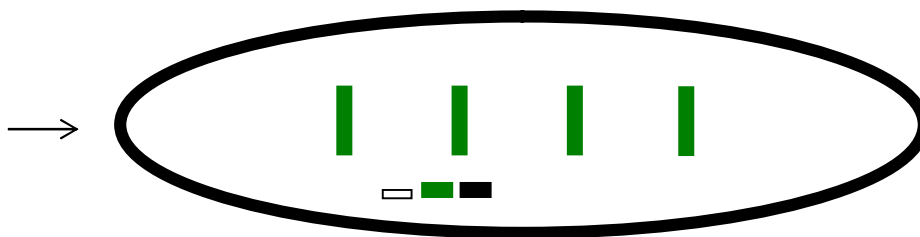

Рис.5
Некоторые варианты заданий предусматривают использование площадки для тестирования программ с сенсорами освещённости, установленными на мобильном роботе вертикально вниз. Площадка представляет собой лист белой бумаги (формата A1) с изображением, как на рис.5. Для сенсора, работающего в режиме по умолчанию `SENSOR_MODE_PERCENT`, выдаваемые значения будут примерно 34-38%, 41-45%, 47-51% и 53-57% соответственно для чёрного, зелёного, белого цвета и алюминиевой фольги. Эти значения могут слегка изменяться в зависимости от фоновых источников света в используемом помещении.
4. Прямолинейное движение робота (без сенсоров контакта) по направлению стрелки (рис.5) с сенсором освещённости, установленным вертикально вниз, и действия по следующему алгоритму: